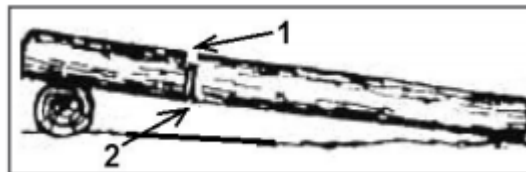

Рис. 13
2. Бревно лежит на одной опоре (Рис. 13). Разгрузочный пропил (1) на 1/3 бревна делается сверху. Основной пропил (2) делается снизу навстречу разгрузочному пропилю.